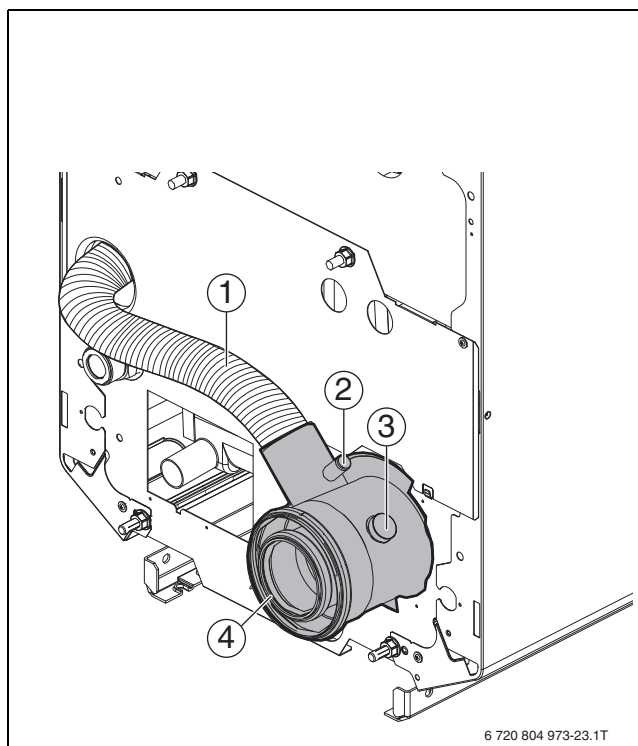

Bild 22 Luft-Abgas-Stutzen
Die Messungen erfolgen grundsätzlich im Luft-Abgas-Stutzen (→Bild 22, [3]).
- Messfühler durch die Messöffnung im Abgas-Anschlussstutzen bis in den Kernstrom (Mitte Abgasrohr) des Abgases eintauchen (höchste Abgastemperatur) (→ Bild 22, [3], Seite 18).